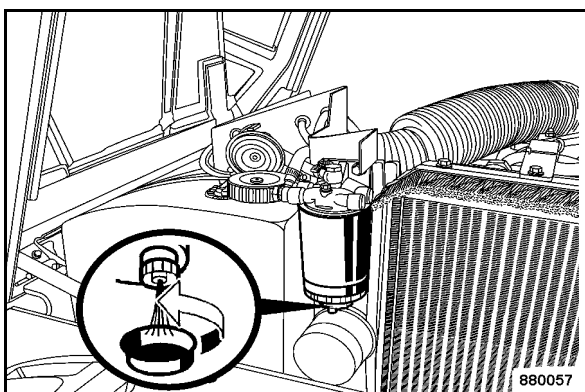

Fig. 125
- Desserrer le bouchon de vidange (Fig. 125) de quelques tours et recueillir le carburant/eau écoulé.